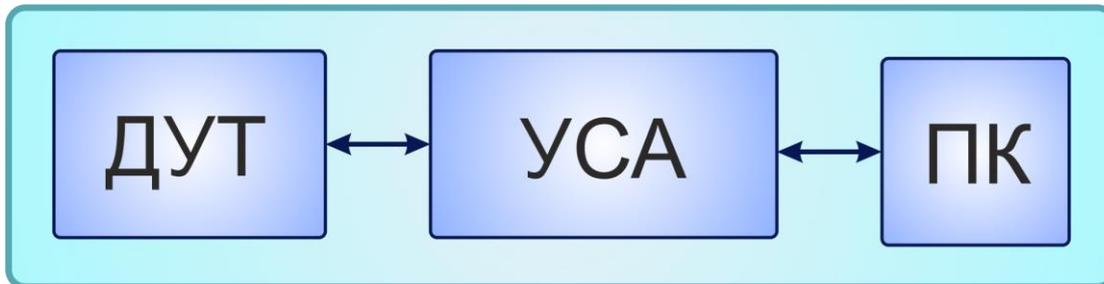

Рисунок 15 – Схема подключения ETS к ПК
4. Подключить датчик к ПК в соответствии с рис. 15.